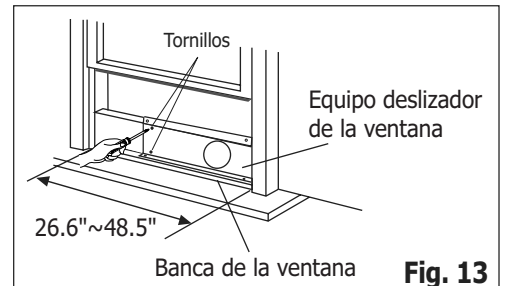

Fig. 13
2. Abra el marco de la ventana y coloque el equipo deslizador de la ventana en la banca de la ventana (Fig. 13). Adhiera el equipo deslizador de la ventana al banco de la ventana. Ajuste el largo del equipo deslizador de la ventana de acuerdo con el ancho de la ventana. Sacar los dos tornillos en el kit deslizable de la ventana. Ver Fig. 13. Corte el equipo deslizador de la ventana ajustable si el ancho de la ventana es menor que 26.6 pulgadas (Fig. 14).